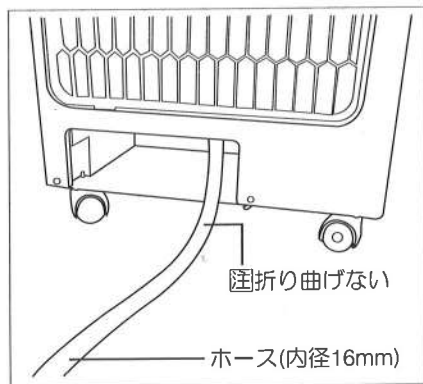

図11
- ①ドレンタンクを取り出してください。
- ②本機下部のドレンタンク受け口付近で、右側上部に除湿水排出口があります。内径16mmのホース(市販品)を差し込み、ホースバンドで確実に固定してください。(図11参照)
- ③接続したホースの片方の端を、排水溝などに差し入れて直接排水してください。